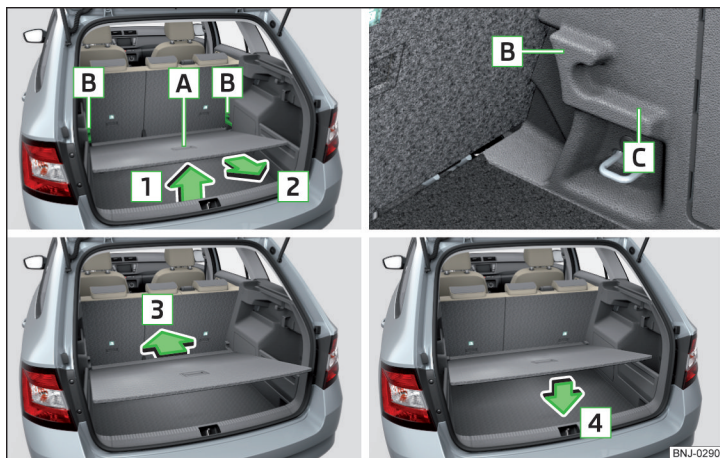

Fig. 102 Regolazione del piano di carico variabile nella posizione superiore/inferiore
- Sollevare il piano di carico variabile dalla maniglia **A** nella direzione della freccia **1** e spostarlo parzialmente in direzione della freccia **2** » fig. 102.